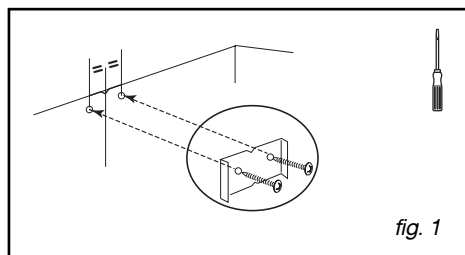

fig. 1
– Fije contra la pared, con los dos tornillos, el soporte metálico de la chimenea, apoyándolo contra el techo (fig. 1).